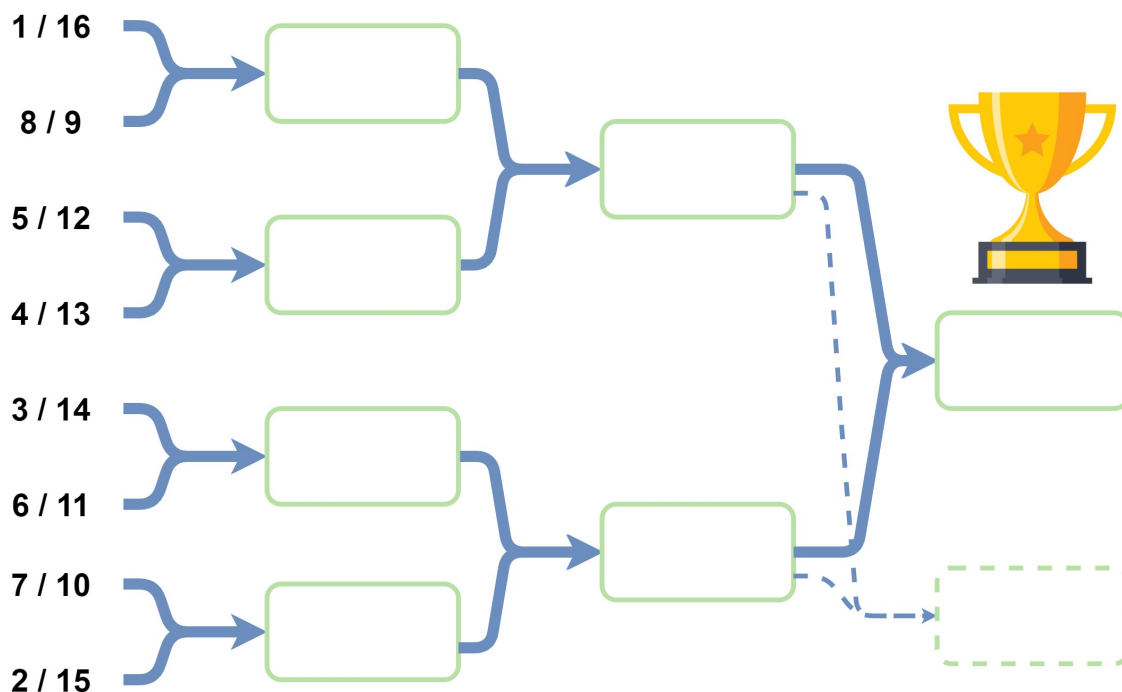

FIGURE 11 : Tableau des phases finales
Chaque équipe vainqueur de son match de barrage sera intégrée au tableau principal de la phase finale de la rencontre (B). À l'issue de la phase de barrage, l'arbre de la phase finale de la rencontre (B) présenté Figure 11 pourra être revu afin de représenter plus fidèlement le niveau de chaque équipe.